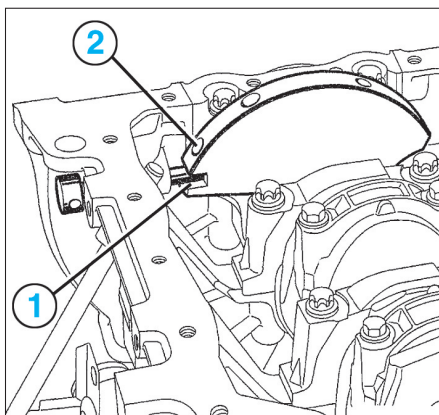

FIG. 15
- Insérer la pige de PMH (outil Mot. 1054) qui se trouvera entre le trou d'équilibrage (2) et la rainure de calage du vilebrequin (1) (fig. 15).
dent avant d'aligner les repères effectués précédemment sur les roues dentées d'arbres à cames et du couvre culasse) insérer la pige de PMH qui doit se trouver entre le trou d'équilibrage et la rainure de calage du vilebrequin, puis amener la distribution à son point de calage. La pige de PMH doit se trouver au point de calage du vilebrequin (fig. 15).